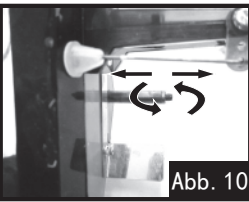

Abb. 10
10. Die Spindel im Uhrzeigersinn/gegen den Uhrzeigersinn drehen und vorwärts/rückwärts bewegen, um sicherzustellen, dass das Schmiermittel gleichmäßig in das Spindelrohr gelangt, Abb. 10.